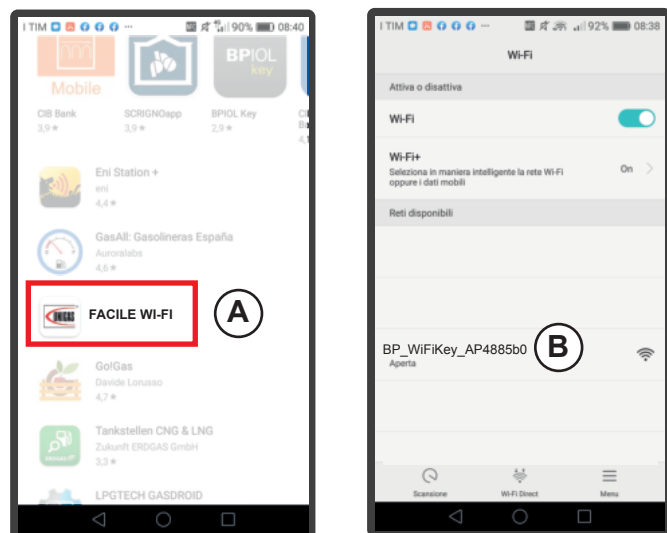

Fig. 1
**1.2** - Utilizando un dispositivo Android (teléfono móvil o tableta), conéctese a la red WI-FI (B) generada por el módulo WI-FI del quemador (Fig. 1). El nombre de la red generada por el se muestra en la etiqueta de datos (Fig. 2) del módulo WI-FI